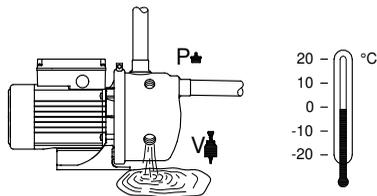

Fig. 8 Drenagem da bomba
Para drenar a bomba, retire o bujão (P) e o bujão ou a válvula do ejector (V). Consulte a fig. 8.